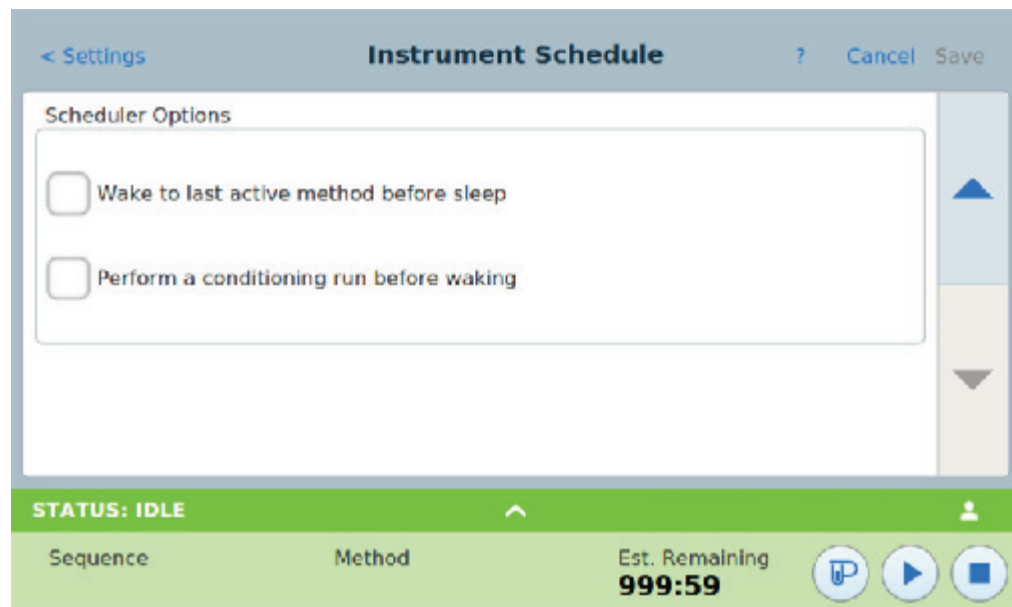

Figure 63. Zone des options du programmeur
- 3 Faites défiler jusqu'à la zone Options du programmeur. Voir **Figure 63**.